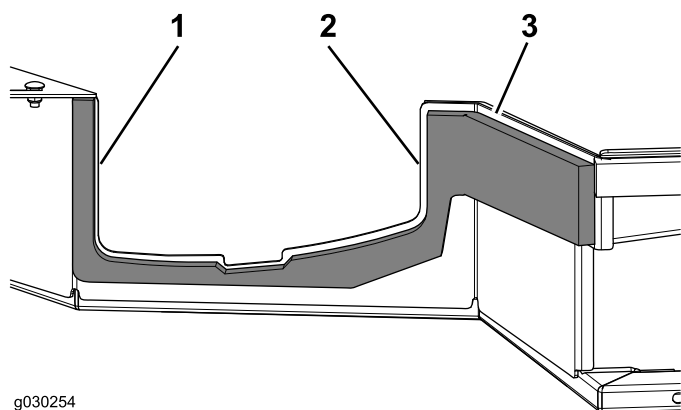

Figura 13
4. Utilice las dimensiones indicadas en Figura 13 para colocar la junta.